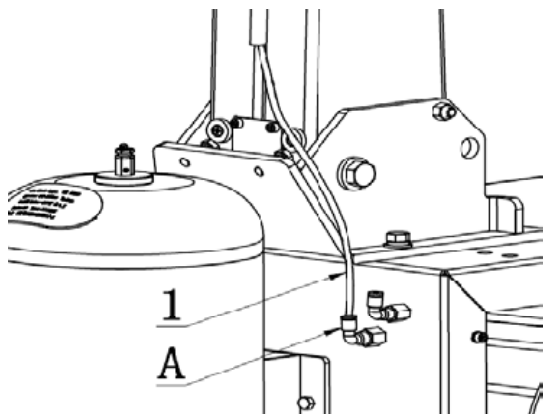

Рис. 8-7
6. Подсоединение воздушного шланга колонны: вставьте шланг $\text{Ø}6$ (рис. 8-7, поз.1) в разъем (рис. 8-7, поз. А) в задней части корпуса, как на рис. 8-7.